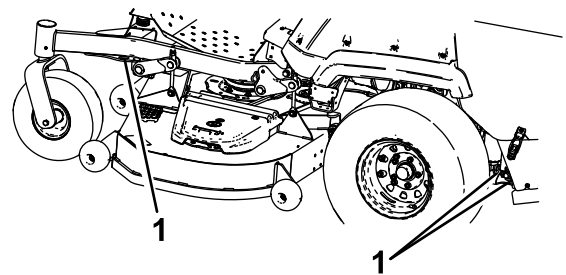

Figura 35
- Sujete la máquina firmemente al remolque o al camión con cadenas, correas, cables o cuerdas. Utilice únicamente los puntos de amarre designados del cortacésped (Figura 35). Use estas ubicaciones incluso cuando transporte el cortacésped con un accesorio acoplado. Si usa ubicaciones no designadas, puede dañar el cortacésped o el accesorio.